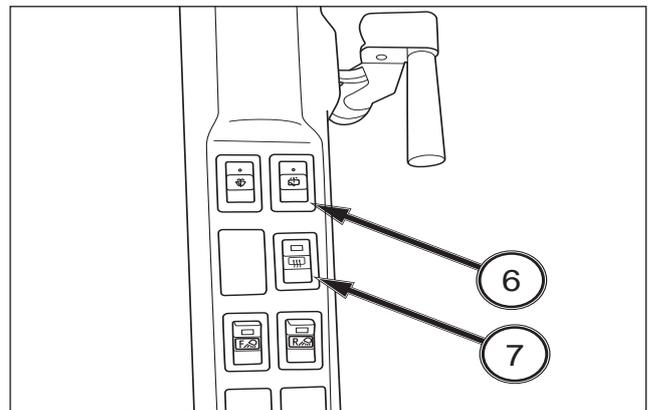

FIG. 134
FIG. 134: Presione la parte superior del interruptor del limpiaparabrisas trasero (opcional) (6) para poner en marcha el limpiaparabrisas trasero y presione más fuerte para esparcir el líquido lavaparabrisas. Pulse la parte inferior del interruptor para detener el limpiaparabrisas. Presione con más fuerza la parte inferior del interruptor para que solo salga líquido lavaparabrisas.